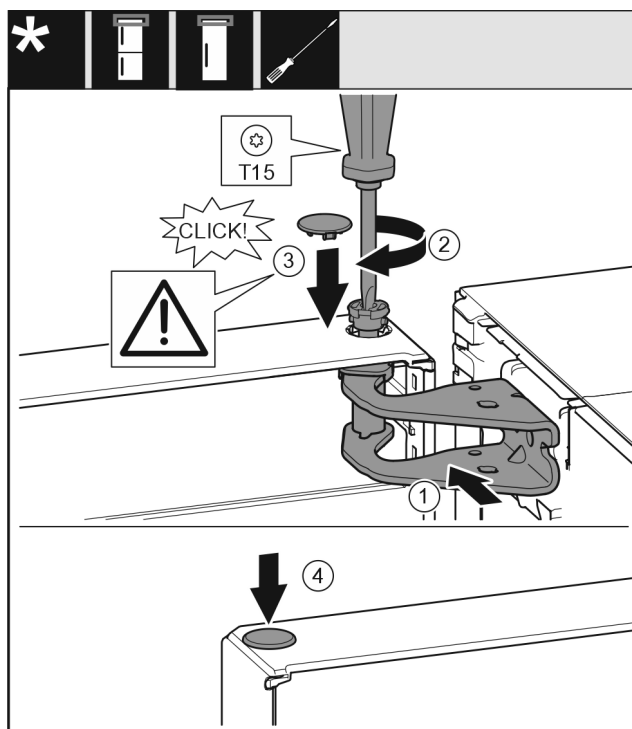

Fig. 23
- Вирівняйте дверцята зверху по отвору в опорному кронштейні. Fig. 23 (1)
- Вставте штифт Fig. 23 (2) та закрутіть за допомогою викрутки.
- Встановіть захисну кришку Fig. 23 (3) для захисту дверцят: Вставте захисну кришку і проконтролюйте, щоб вона прилягала до дверцят. Якщо це не так, повністю вставте штифт.
► Вставте пробку Fig. 23 (4).